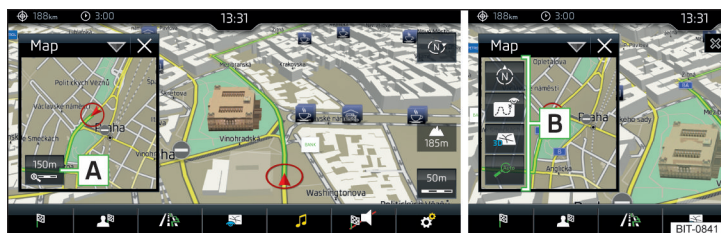

Fig. 237 Carte dans la fenêtre supplémentaire
► Dans la fenêtre supplémentaire, appuyez sur la touche de fonction **A** » fig. 237.